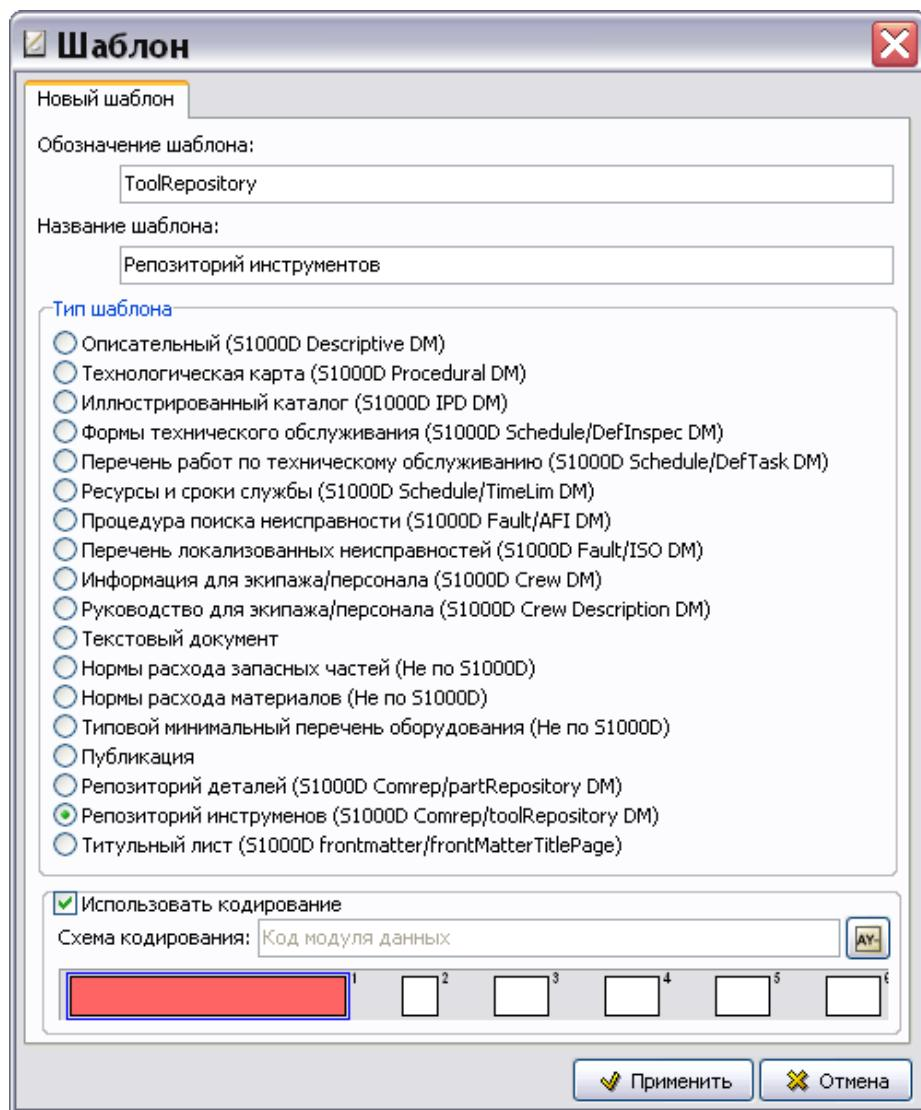

Рис. 3.79
2. В диалоговом окне **Шаблон** введите обозначение шаблона – «ToolRepository» и название – «Репозиторий инструментов» (Рис. 3.79).